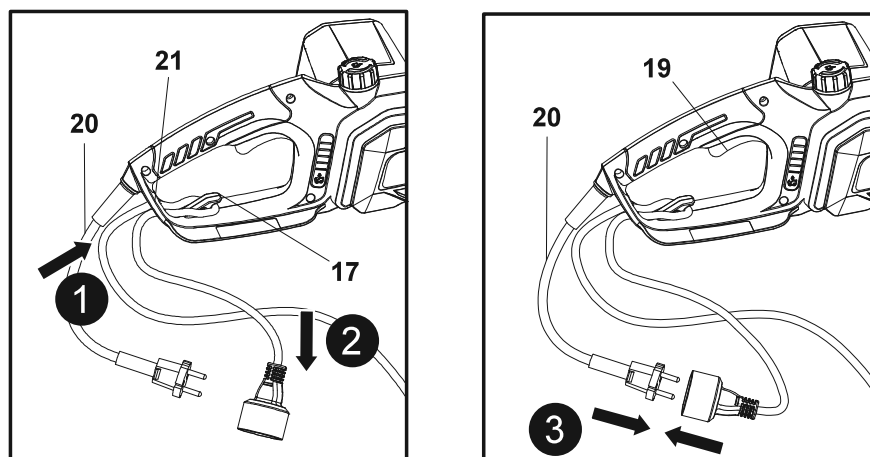

Fig. 12
1. Doble hacia atrás el prolongador a unos 40 cm del extremo e introduzca el lazo a través del orificio del protector trasero (21) (Fig. 12, paso 1).
2. Tire del mismo sobre la sujeción del cable (17) y tire con cuidado del cable para asegurarse de que quede bien sujeto (Fig. 12, paso 2)
3. Conecte el cable de alimentación (20) a la toma del prolongador (Fig. 12, paso 3).